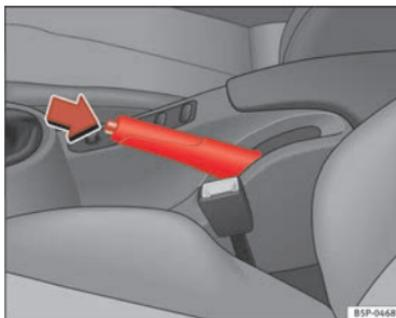

Abb. 148 Handbremse zwischen den Vordersitzen
⇒ **Abb. 148**.
- Ziehen Sie den Hebel etwas nach oben, drücken Sie die Einriegelungstaste in Pfeilrichtung ⇒ **Seite 194, Abb. 148** und führen Sie den Handbremshebel ganz nach unten ⇒ .